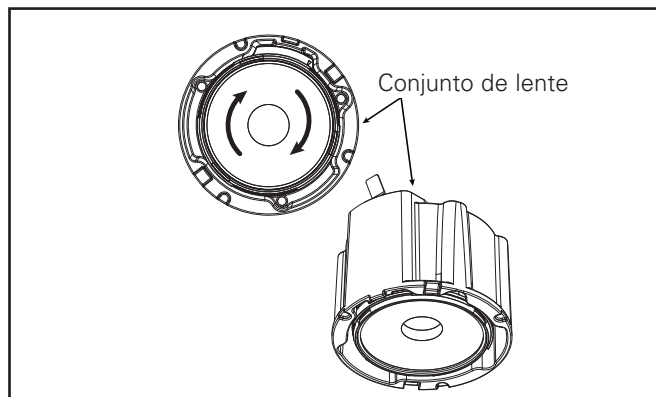

Figura 17.
3. Ensamble los medios en los soportes proporcionados. Si se trata de un solo medio, coloque en segundo lugar el segundo soporte de medios (Figura 17).